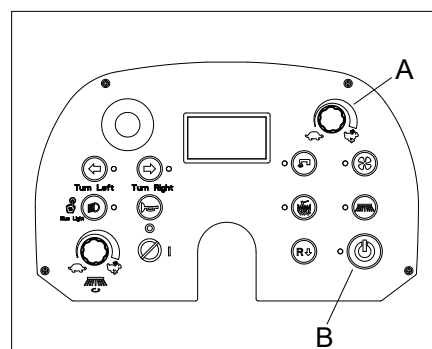

Figura 12
Ao operar em pavimentos molhados, é essencial desligar o sistema de aspiração pressionando o botão de aspiração (A, Figura 12) para evitar que o filtro de poeira seja danificado.
5. Para um funcionamento adequado da máquina, o filtro de poeiras deve estar tão limpo quanto possível. Para limpar durante a varredura, acione o agitador do filtro premindo o botão do agitador do filtro (B, Figura 12). Durante esta operação, o motor de aspiração é desligado automaticamente. Depois de limpar o filtro, o sistema de aspiração volta a funcionar automaticamente; em seguida, comece a varrer novamente. Durante o trabalho, o modo “limpeza automática do filtro” pode ser ativado pressionando o botão do agitador do filtro (B, Figura 12) por 1 segundo, o que pode repetir o procedimento de limpeza do filtro a cada 10 minutos em média (dependendo da poeira da área a ser limpa, o intervalo pode ser definido de 1 a 60 minutos; para a configuração dos parâmetros consulte o Manual de assistência).